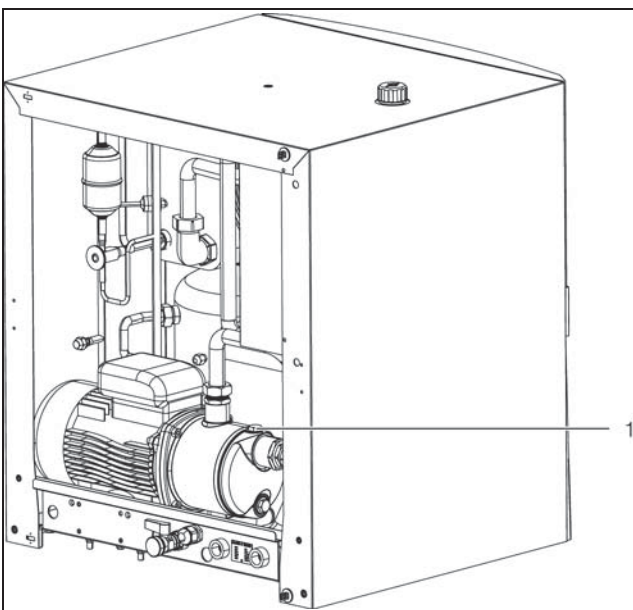

Imagen 53: Purgado de la bomba del medio refrigerante (solo 3320.600 y 3334.600)
- Purgue la bomba del medio refrigerante (en reposo) abriendo ligeramente la llave de purga (imagen 53 o 54, pos. 1).